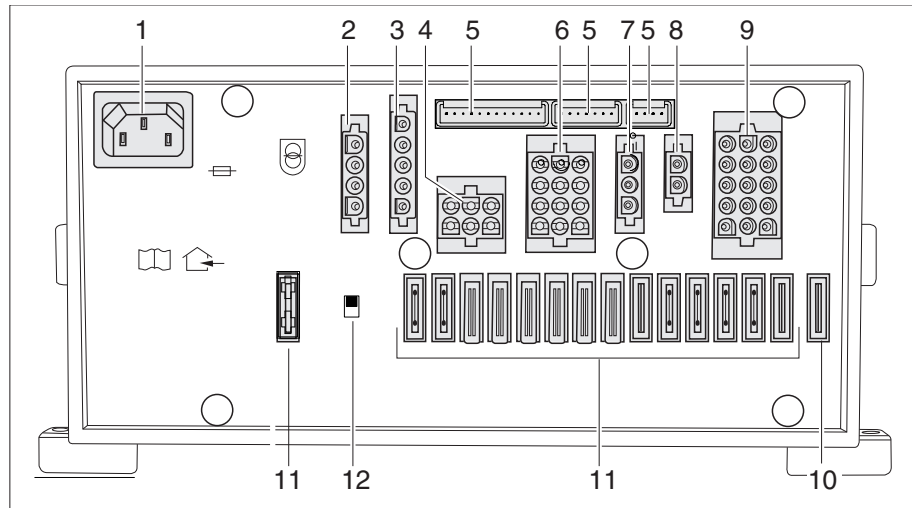

Bild 264 Elektroblock (EBL 111)
- ▷ Der Batterie-Trennschalter (Bild 264,12) trennt alle Verbraucher, die am Elektroblock angeschlossen sind, vom 12-V-Netz.